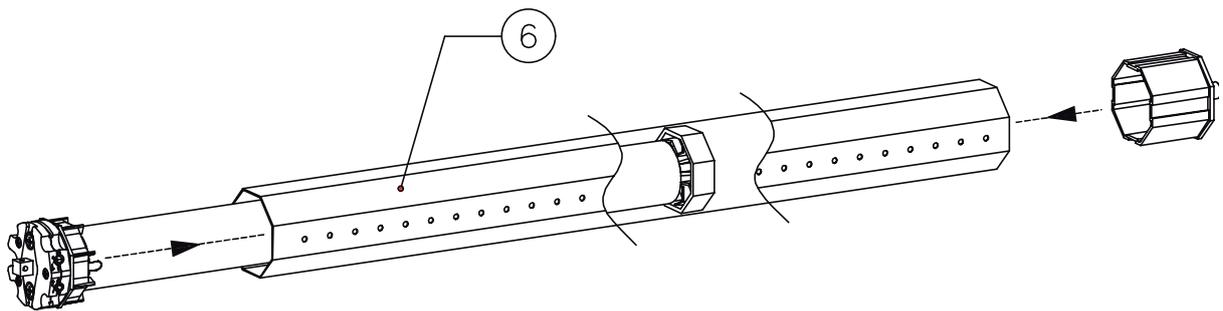

FIG.2
- B)** Introducir el motorreductor montado de esta forma en el tubo de recogida (6) hasta introducir también las extremidades de la corona (2), (ver fig. 2). Fijar la polea de arrastre (3) al tubo de recogida (6) con un tornillo, de forma que se eviten posibles deslizamientos y movimientos axiales del motor.